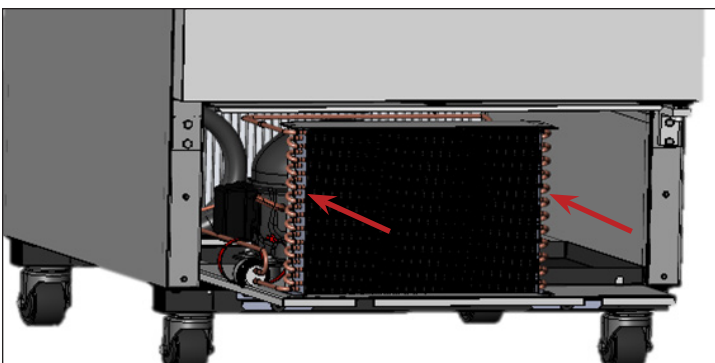

Abb. 7. Setzen Sie die Verflüssigereinheit vorsichtig wieder ein und drehen Sie die Schrauben ein.
9. Halterungen der Verflüssigerröhren wieder anbringen (sofern zutreffend). Die Kompressoreinheit vorsichtig wieder einsetzen und festschrauben. Siehe Abb. 7.